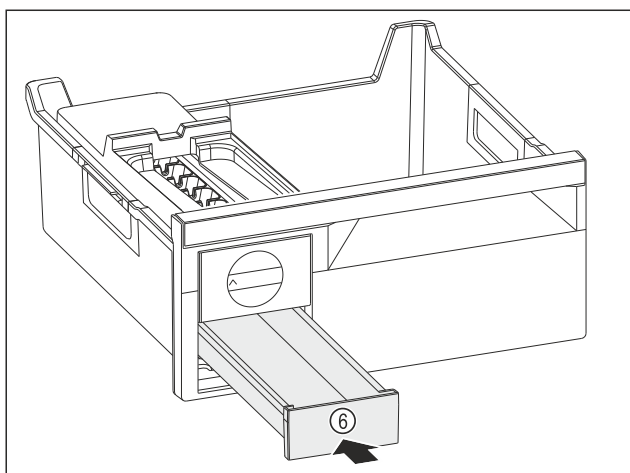

Fig. 101
- Sett inn isterningsskuffen Fig. 101 (6).